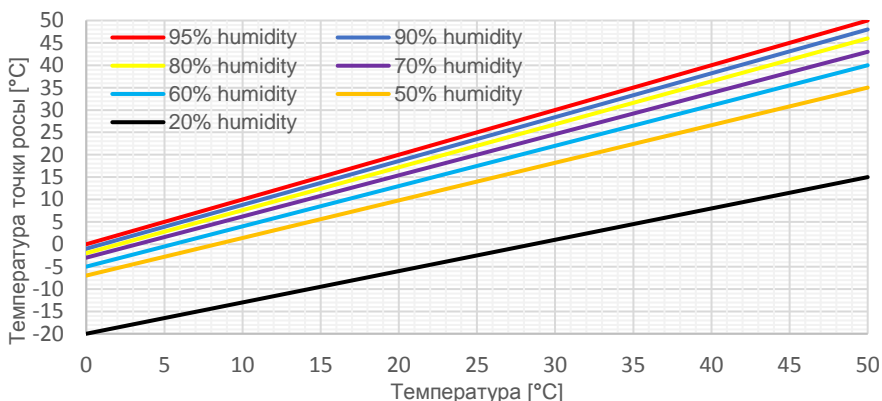

Рисунок 7. Температура точки росы в зависимости от относительной влажности
- Найдите кривую на рис. 7, соответствующую относительной влажности помещения, где находится прибор.